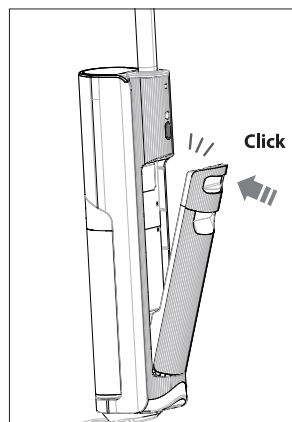

Fig. 7 – Inserimento del serbatoio dell'acqua
- ▶ Tenendo il serbatoio dell'acqua pulita leggermente inclinato, inserirlo nella rientranza sul retro dell'apparecchio, quindi premerlo in sede finché non scatta in posizione e non risulta saldamente inserito (**vedere Fig. 7**).